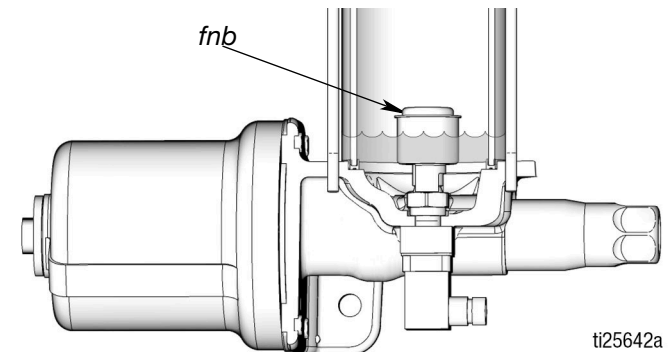

FIG. 10: Flotteur de l'indicateur de niveau bas en bas
Au fur et à mesure que l'huile est distribuée, le flotteur de l'indicateur de niveau bas descend. Lorsque l'huile contenue dans le réservoir atteint le niveau bas, le flotteur en bas (voir la FIG. 10) ferme l'interrupteur de niveau bas normalement ouvert et un signal de niveau bas est envoyé au régulateur de lubrification (J).